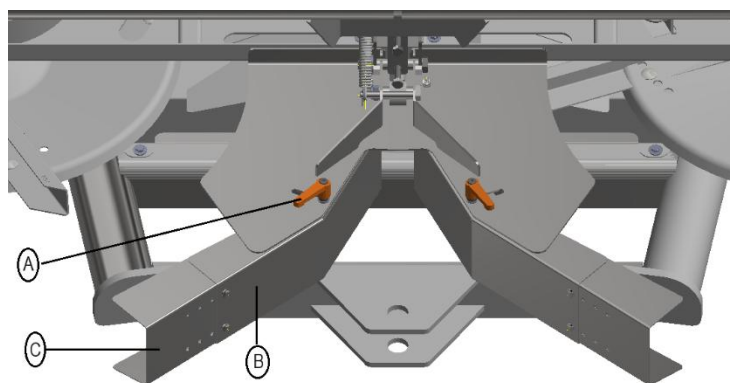

Figura 6.11 – Limitador de borde central (posición de trabajo)
- Desde el tractor, active el Limitador de borde central, que inicialmente debe estar en posición retraída, y ajuste la aleta - **B** - a la posición indicada en la figura (*Figura 6.11*);